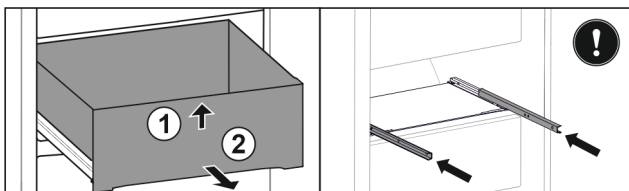

Fig. 98
- ▶ Løft skuffen foran. Fig. 98 (1)
- ▶ Ta ut skuffen framover. Fig. 98 (2)